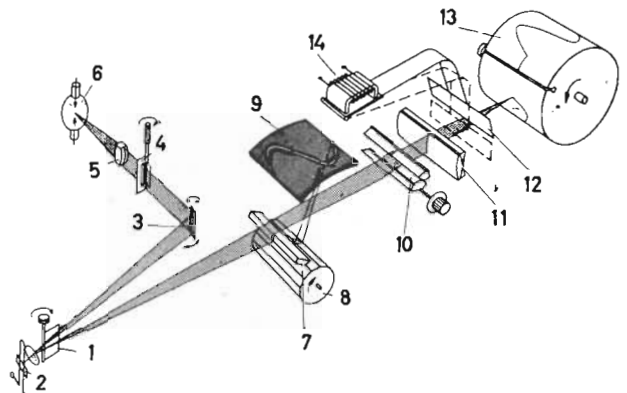

Fig. 16. Huvuddelarna i en modern ljusstråleoscillograf. Se texten.
Fig. 16 visar principen för en oscillograf av detta slag (Siemens »Oszillogrand«). (2) är en liten spegel, monterad på den i magnetfältet svängande spolen eller slingan, som genomflytes av mätströmmen. Den infallande ljusstrålen från ljuskällan (6) reflekteras av den lilla spegeln (2), och den reflekterade strålen kommer då att röra sig i ett plan i takt med strömmen genom spolen. Ljusstrålen tecknar en ljuspunkt på en filmremsa (13). Genom att filmremsan drivs fram med viss hastighet får man en registrering av förloppet på remsan.